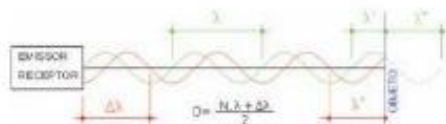

Figura 2: Esquema gráfico da diferença de fase
Diferença de Fase (Phase Shift) – esta técnica emite o laser de forma contínua (Figura 2) e, através da diferença de fase ($\Delta\lambda$), identifica as variações de distâncias, restando resolver o número (N) de comprimentos de ciclos inteiros (λ) por um sistema de equações. A grande vantagem desta técnica é a maior precisão na medição (podendo chegar a décimos de milímetro na distância) e também a quantidade de pontos registrados, que atualmente chega a 1 milhão de pontos por segundo. Estes equipamentos são muito utilizados para "as built" industrial, patrimônio histórico, arquitetura e engenharia reversa, por exemplo.